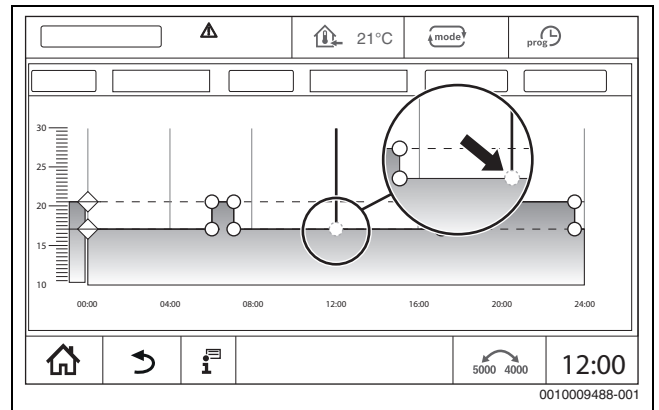

Fig. 28 Introducerea unui punct de comutare
- ▶ Apăsați punctul de comutare (→ fig. 28, pagina 25) și deplasați ciclul de temperatură al regimului redus.